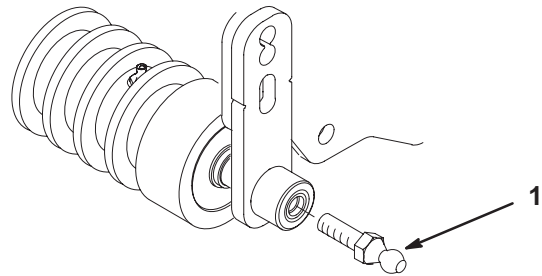

Figure 11
4. Vissez une rotule à chaque extrémité du rouleau avant du plateau de coupe (Fig. 11).